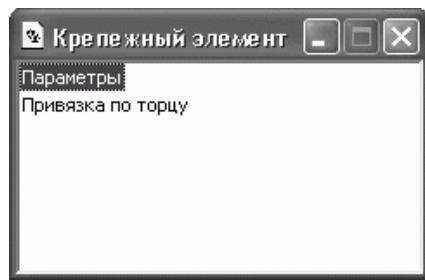

Рис. 2.121. Меню операции вставки крепежного элемента из библиотеки
6. Не выходя из библиотечной команды (то есть не прерывая процесс вставки), постройте еще два таких же крепежных элемента. После перейдите к формированию крепежа на бобышках. По составу он ничем не отличается от крепежного пакета, соединяющего фланцы корпуса и крышки, только диаметр соединения (диаметр резьбы болта, гайки и диаметр шайбы) несколько больше – 14 мм. Для этой цели воспользуйтесь командой меню текущей операции библиотеки – Параметры. Если вы не завершили выполнение текущей библиотечной операции, то меню будет доступно в левом верхнем углу главного окна программы (рис. 2.121). Дважды щелкнув на пункте Параметры, вы вновь вызовете окно Крепежный элемент, в котором можно настроить параметры новых крепежных пакетов и продолжить их ввод. В нашем случае необходимо лишь изменить диаметр, выбрав из раскрывающегося списка значение 14. Нажмите OK и продолжите размещение крепежа на чертеже (убедитесь, что диаметр всех составляющих крепежного пакета изменился и стал равен 14 мм). Аналогично созданию соединений на фланцах, постройте четыре крепежных элемента на бобышках главного вида. Удалите часть контура крышки и корпуса, которая была перекрыта изображением болта крайней правой бобышки.
Возможно, вы обращали внимание, что окно, похожее на показанное на рис. 2.121, появлялось при выполнении различных библиотечных команд. Советую чаще пользоваться присутствующими в нем командами. Например, при вставке одиночного болта или гайки в таком меню присутствуют команды для динамического переключения типа отображения (вид сбоку, вид сверху и т. п.), что позволяет вставить в чертеж несколько видов одного и того же объекта без вызова диалогового окна настроек элемента. Команды меню различаются для каждой конкретной библиотеки.